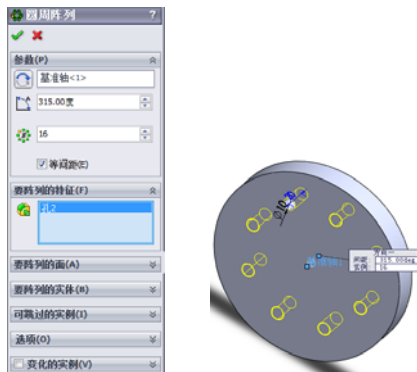

图 5-20 预览圆周阵列效果
8. 在[参数] 栏中的微调框中指定阵列的特征数（包括原始样本特征）。此时在图形区域中可以预览阵列的效果，如图 5-20 所示。